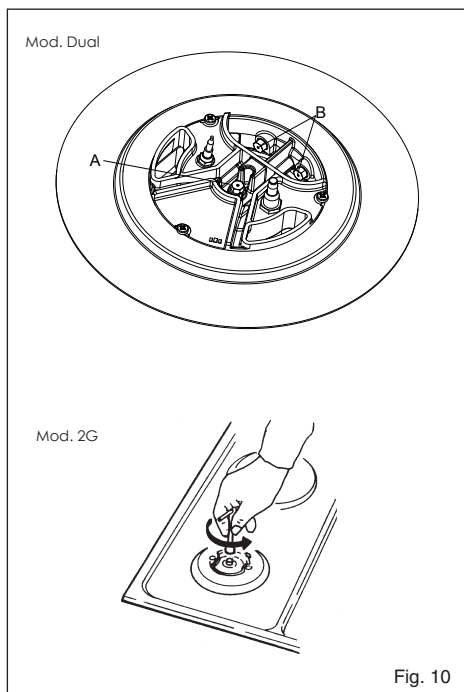

Fig. 10
## Adattamento a diverso tipo di gas (Fig. 10)
- alla sostituzione degli iniettori (fig. 10) con i corrispondenti al tipo di gas da utilizzare (vedi tabella Caratteristiche utilizzatori);